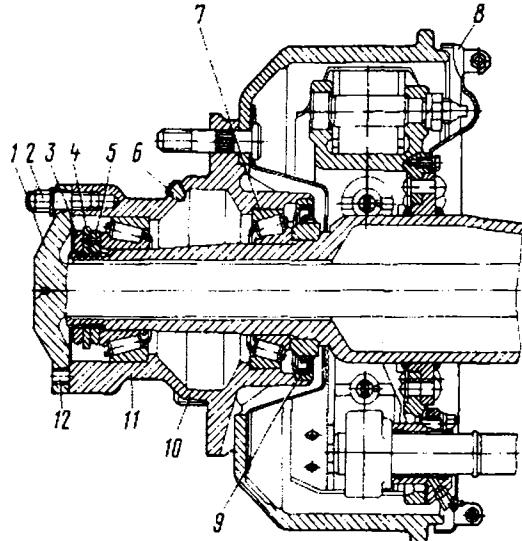

Рис.4-8. Ступица заднего колеса РЗАА
2. Отвернуть гайки 2 (рис. 4-8.) крепления полуоси, снять конические втулки и вынуть полуось. Для снятия полуоси ввернуть болты M12 в два специальных отверстия 12.
Для замены смазки подшипников ступиц передних и задних колес, в случае применения консистентной смазки, ступицы следует снять, используя для этой цели съемники. Перед установкой съемника отвернуть и снять детали 1-5 (рис. 4-8). Ступицы следует снимать осторожно, чтобы не повредить манжету 9.